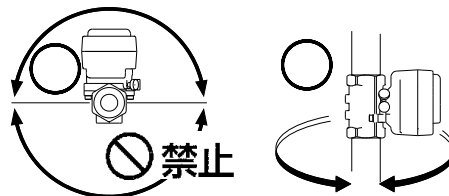

図13
- アクチュエータ内部に水が浸入する可能性のある、下向きバルブ取付けは行わないでください。配管可能な取付け姿勢は図13の通り、アクチュエータが上向きから横向きまでです。